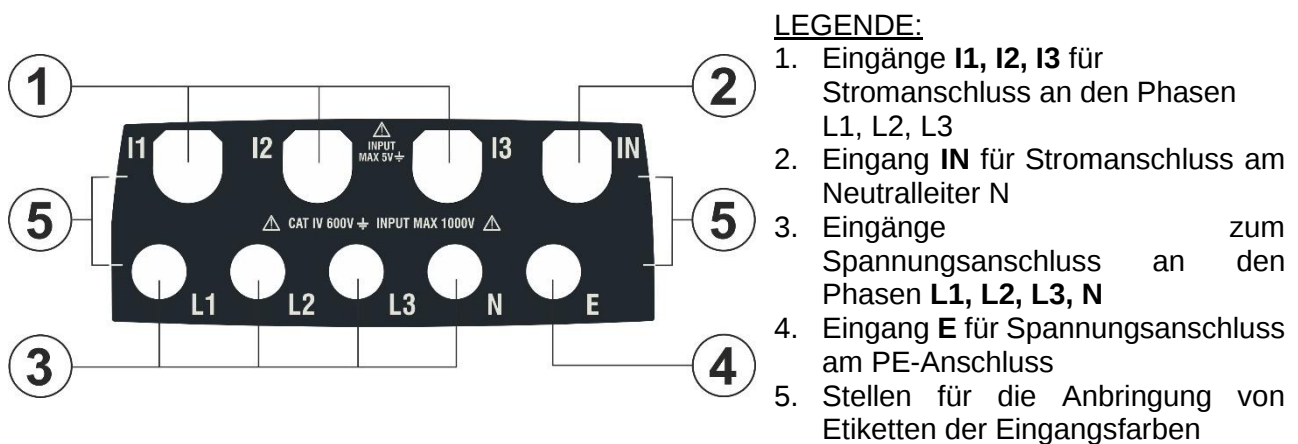

Abb. 2: Beschreibung der Instrumenteeringangsklemmen
Ebenso ist es möglich, die Platte der Eingangsanschlüsse (siehe Abb. 2) durch Anbringen eines Etiketts mit den Farben der Kabel zu personalisieren. Ein Beispiel für die in den verschiedenen Ländern gebräuchlichen „Standard“-Farben finden Sie im Folgenden Tabelle 1. Das Instrument ermöglicht auch eine ähnliche Anpassung der Farben, die für die in den verschiedenen Messbildschirmen angezeigten elektrischen Größen verwendet werden.
- Das Instrument wird mit einem **neutralen** Anschlussetikett geliefert (siehe Abb. 2). Bringen Sie das Etikett mit der gewünschten Kabelfarbe (je nach gewähltem Land) unter den im mitgelieferten Kit **YMETK0042HT0** verfügbaren an, (siehe Abb. 2 – Teil 5).